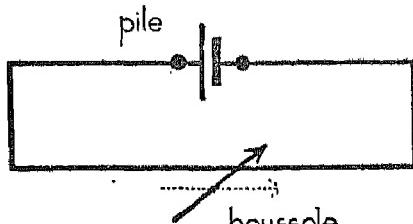

Fig. 7. — Schéma de l'expérience fig. 6.
1. Voir : *Leçons de Sciences au Cours moyen*, (page 41, fig. 7), Delagrave, éditeur.